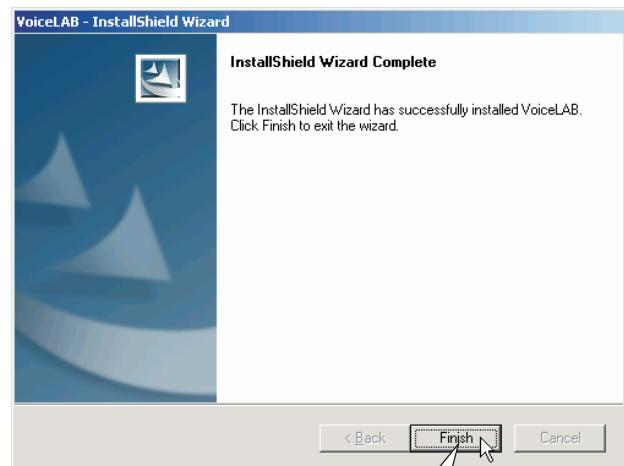

图23
- 出现下面画面时，点击“Finish”，启动软件的快捷方式会自动生成到桌面上，名称为“VoiceLAB”，画面如图23：